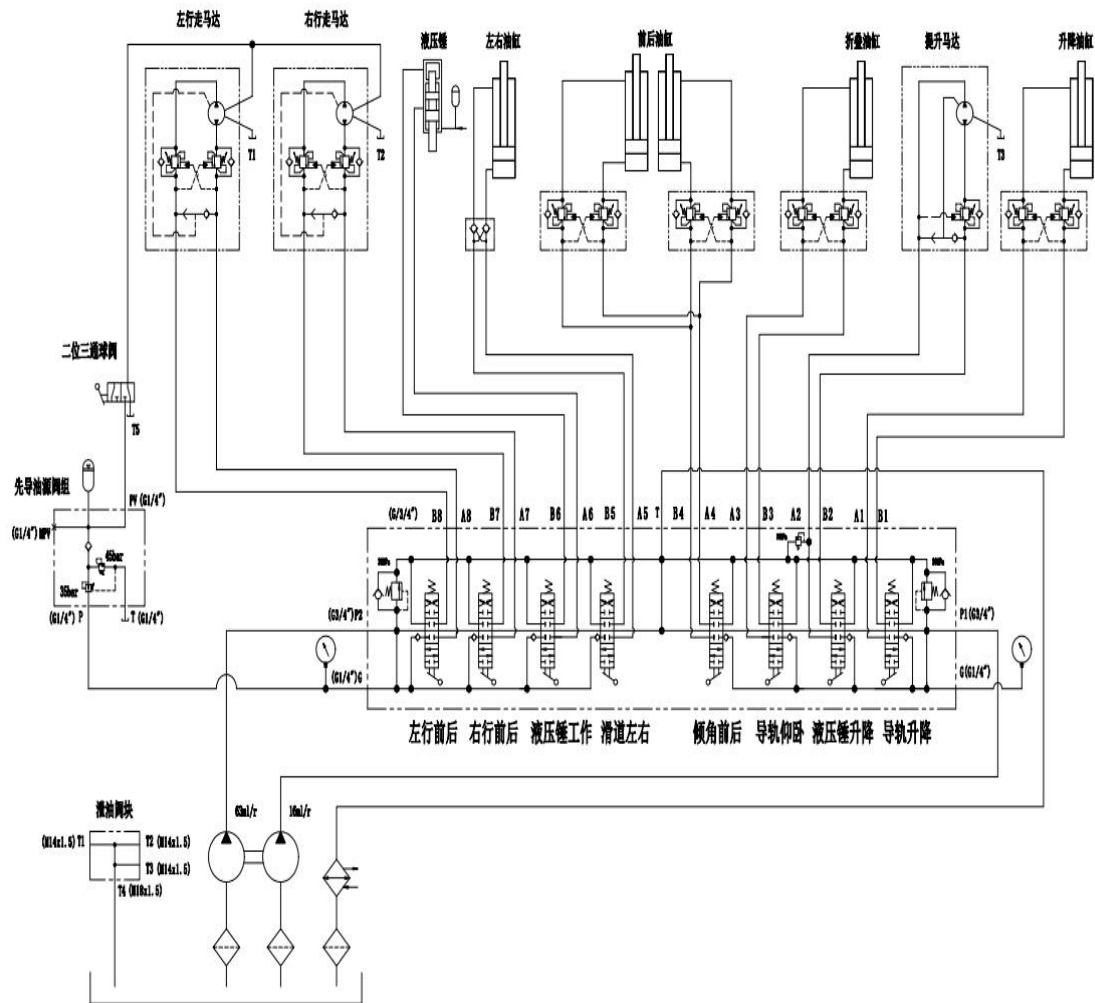

Figura 3-2
1.2 Sistema hidráulico (ver Figura 3-2 para el principio hidráulico)